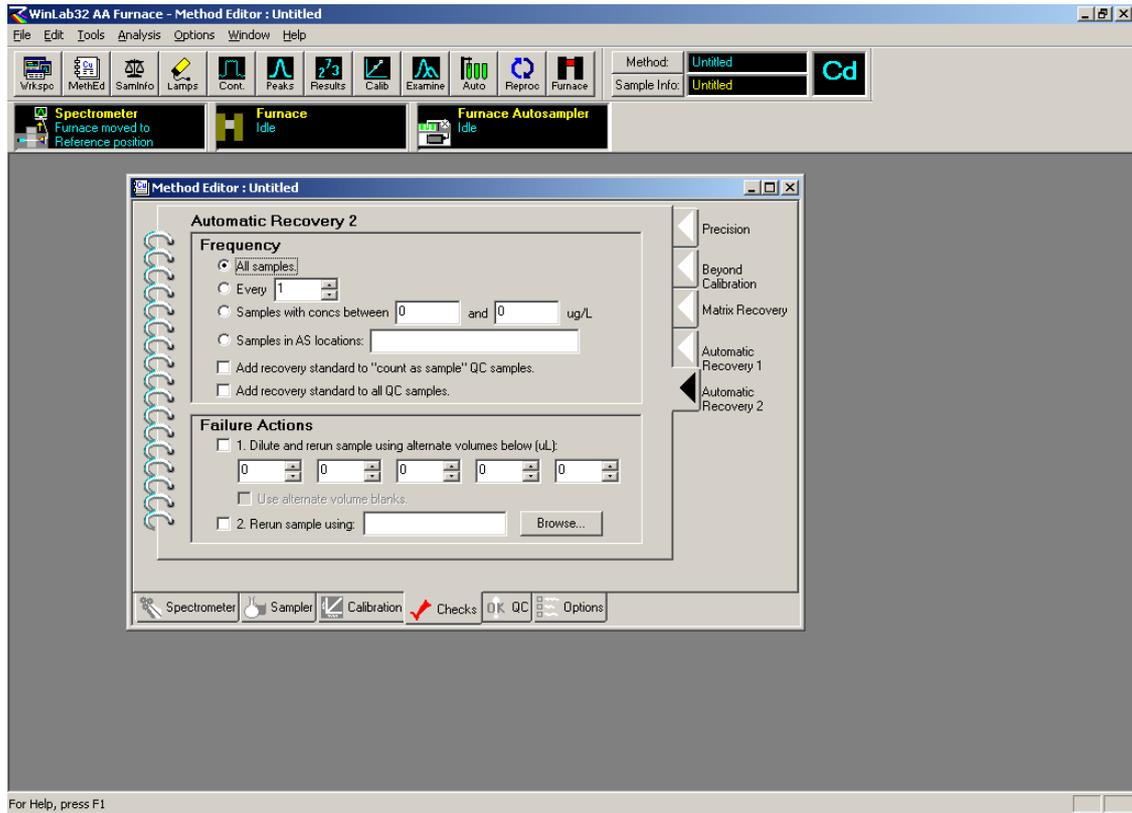

图 38. 自动回收率试验页面 2
2. 2. 14 在此页面中应填入加入到需进行回收率试验的样品溶液中的标准溶液在自动进样器里的位置, 标准溶液的浓度和加入的体积. 设定要求达到的回收率范围. 然后即可进入到第二部分即“Automatic Recovery2”如图 38: